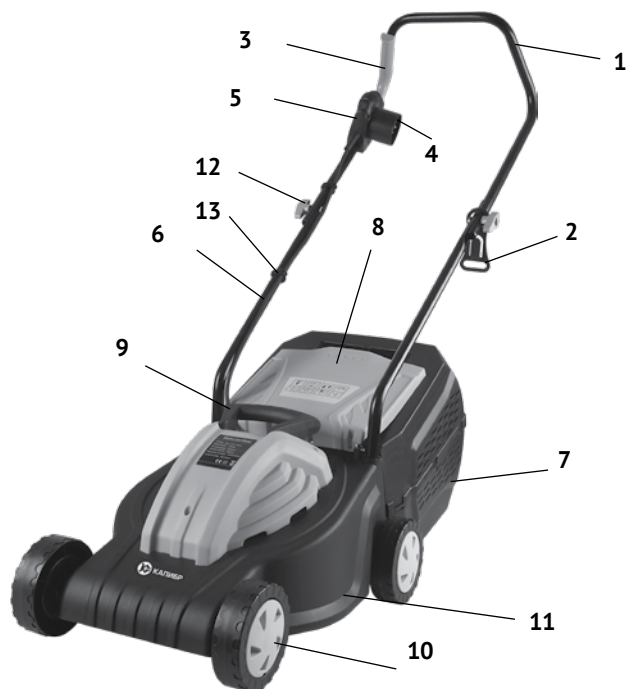

рис. 1
1.3 Вертикально расположенный асинхронный электродвигатель установлен в пластиковом корпусе (рис.1 поз.11). На валу двигателя закреплены: двухлопастной нож и крыльчатка. Основной рабочий инструмент газонокосилки - нож, срезает траву. Крыльчатка создаёт поток воздуха, который перемещает срезанную растительность в пластиковый контейнер - травосборник. Высота реза регулируется ручной переустановкой осей с колёсами в три фиксированных положения по высоте от поверхности земли. Блок управления (вилка для подключения сети и рычаг включения двигателя с кнопок блокировки) закреплён справа на рукоятке управления (рис.1 поз.1)
2.1 Электродвигатель с ножом и крыльчаткой закреплены на раме и закрыты пластиковым корпусом (рис.1 поз.11). Травосборник (рис.1 поз.7) крепится к корпусу задней крышкой (рис.1 поз.8).
2.2.1 Установите на газонокосилку штанги рукоятки управления (рис.1 поз.6) и закрепите. Расположите рукоятку на верхней алюминиевой трубе, в удобном для Вас положении, закрепите её винтом и гайкой-барашком из комплекта крепежа.
2.2.2 Установите рукоятку управления (рис.1 поз.1) и закрепите с помощью болтов и гаек
2.2.3 Закрепите кабель питания на рукоятке управления с помощью фиксатора (рис.1 поз.13).
2.2.4 Установите на травосборник (рис.1 поз.7) крышку.
2.2.5 Поднимите заднюю крышку (рис.1 поз.8) газонокосилки и установите на газонокосилку травосборник.